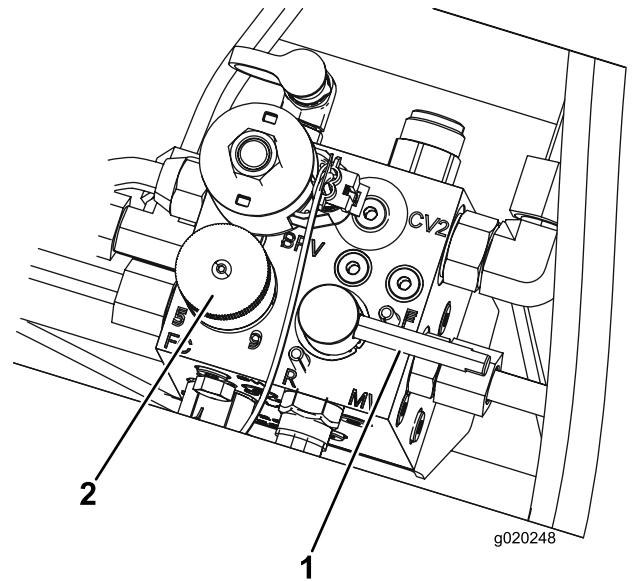

図 99
3. バックラップレバーをF刈り込み位置にセットする 図 99。